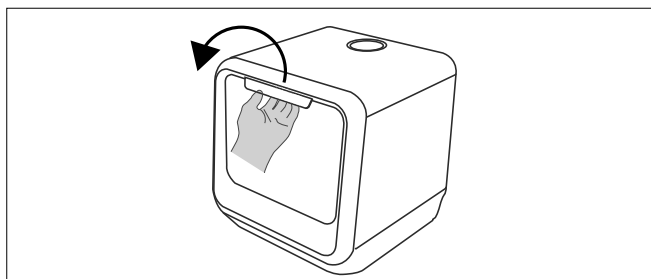

Abb. 12 – Tür öffnen
- ▶ Fassen Sie in die Griffmulde (1) und öffnen Sie die Tür, indem Sie sie zu sich ziehen. Klappen Sie die Tür vollständig auf (siehe **Abb. 12**).